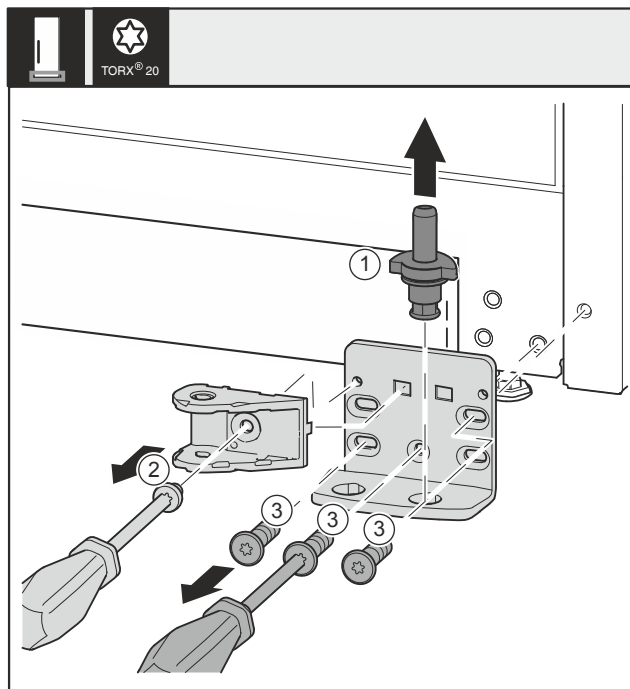

Fig. 32 *
- ▶ Vytiahnite ložiskový čap Fig. 32 (1) úplne nahor.*
- ▶ Vyskrutkujte skrutku Fig. 32 (2) skrutkovačom a odnímate spoj zatváracieho tlmiča.*
- ▶ Vyskrutkujte skrutky Fig. 32 (3) skrutkovačom a odnímate ložiskovú konzolu.*